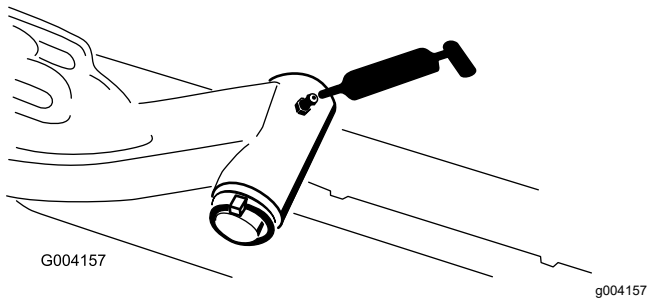

Bild 44
- Hubarmgelenkwelle (1) (Bild 44)